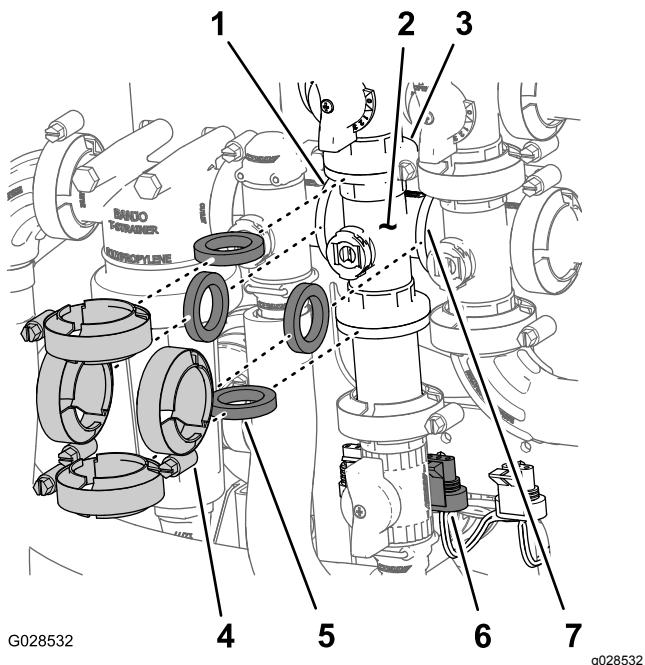

Figura 90
- Togliete i morsetti e le guarnizioni che fissano il collettore della valvola dell'agitatore (Figura 90) alla valvola di bypass dell'agitatore, valvola di comando del volume, valvola principale delle barre e raccordo dell'adattatore (valvola di accelerazione dell'agitatore).